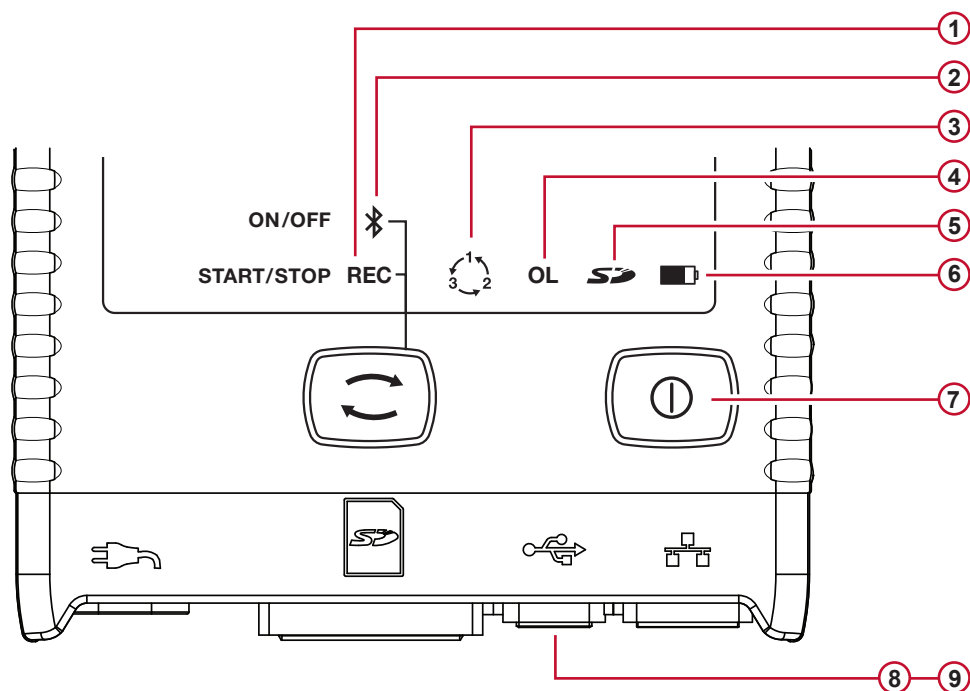

Рис. 9
- Зеленый светодиод REC (1 на рис. Рис. 9), затем синий светодиод Bluetooth (2 на рис. Рис. 9) последовательно загораются, и горят 3 секунды каждый. Поскольку каждая соответствующая кнопка активна, можно определить ее функцию, как указано ниже.